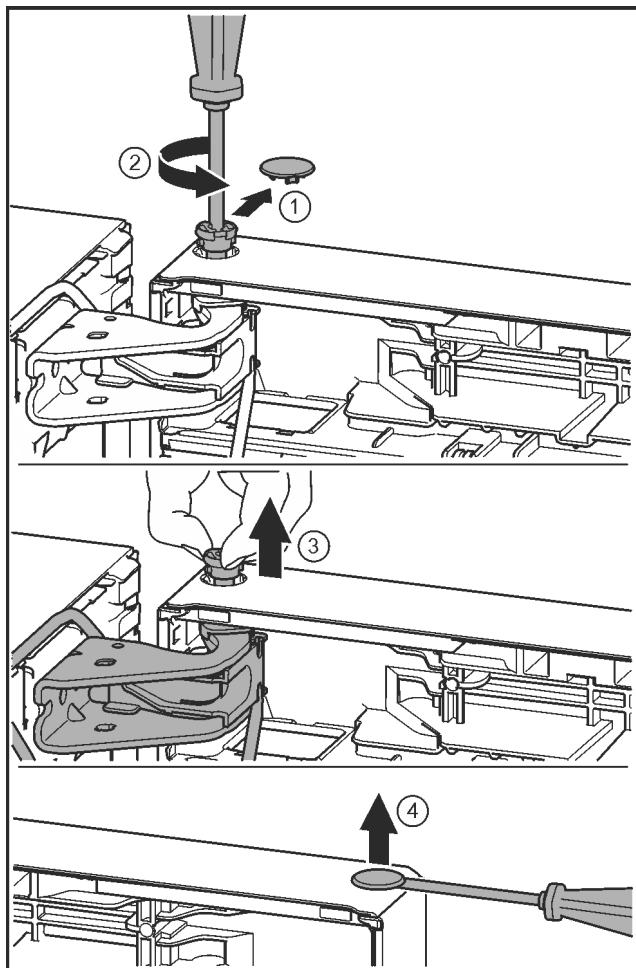

Fig. 21
► 小心拆下安全盖。Fig. 21 (1)
► 用 T15 螺丝刀拧下一枚螺栓。Fig. 21 (2)
► 抓紧门并用手指拔出螺栓。Fig. 21 (3)
► 用带槽螺丝刀小心地从门轴衬上提起堵头并将其拉出。Fig. 21 (4)